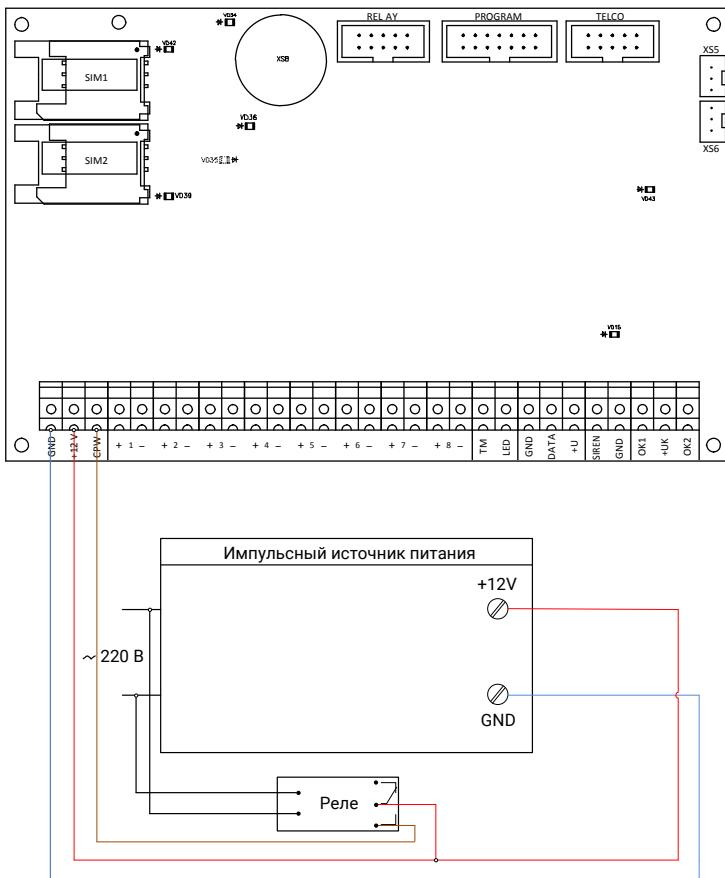

Рисунок 5. Схема подключения импульсного источника питания стороннего производителя
- При использовании импульсного источника питания - подключите клемму панели «CPW», используя реле (см. рис. 5).